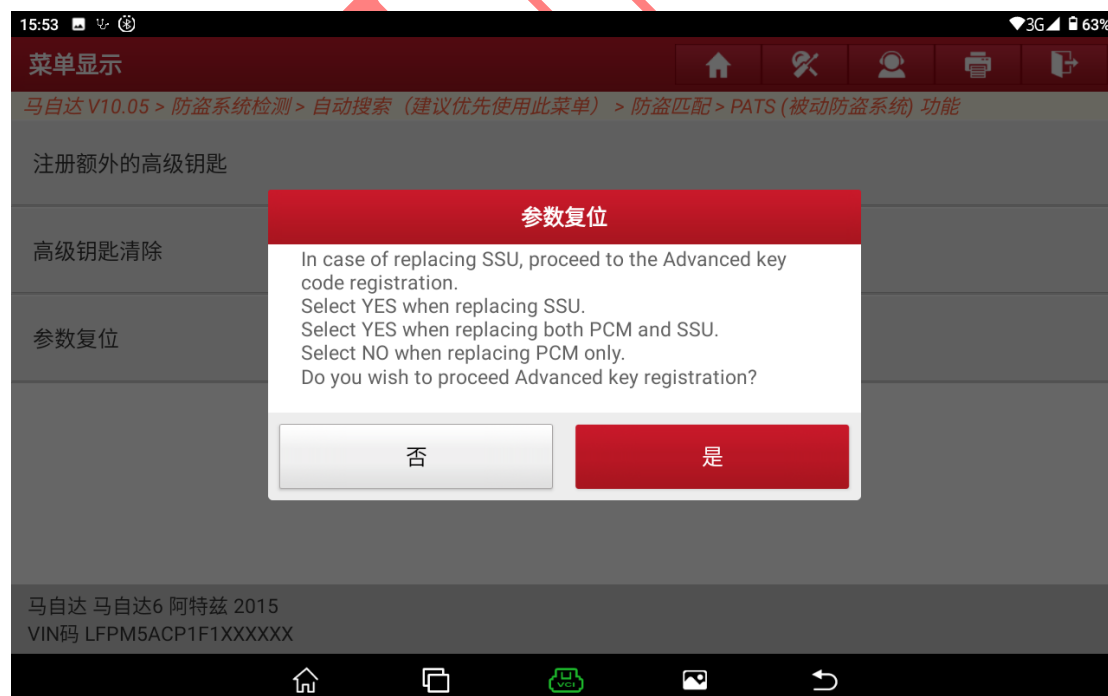

图 14
12. 提示是否执行【高级钥匙清除】，选择【否】退出功能，选择【是】开始执行【高级钥匙清除】（图 14）